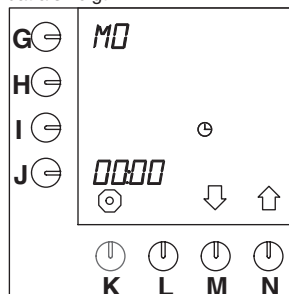

Fig. 31 Huidige dag en tijd
- Druk op selectietoets (N.)↑ tot fig. 31 (*Huidige dag en tijd*) in het display verschijnt.
- De urenpositie naast de programmeertoets begint te knipperen (fig. 31).